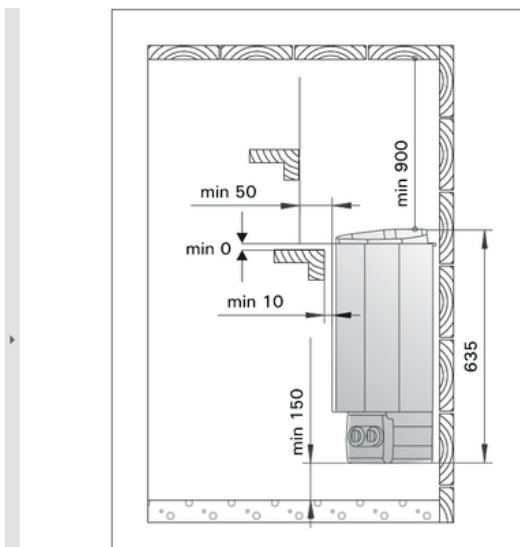
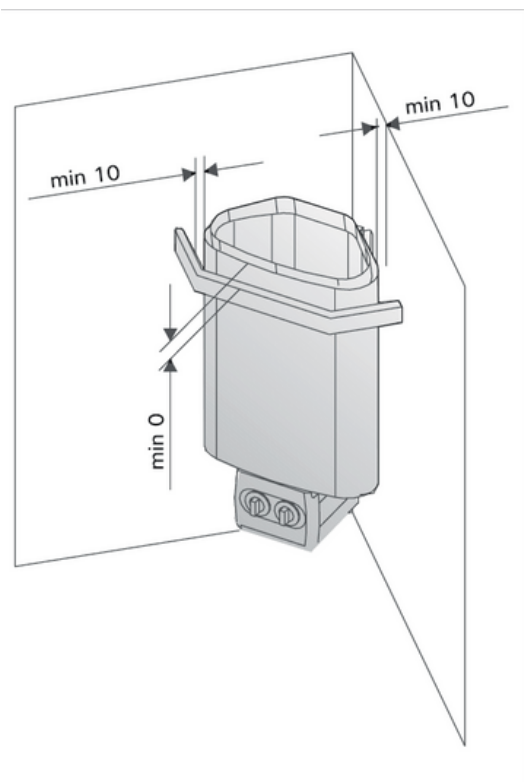

Abbildung 6. Sicherheitsmindestabstände (alle Abmessungen in Millimetern)
Abbildung 8. Schutzgeländer des Saunaofens
- Der Montageort des Ofens erfüllt die in Abbildung 6 und Tabelle 2 angegebenen Sicherheitsmindestabstände.
- Falls um den Saunaofen ein Schutzgelenker gebaut wird, muß dies unter Berücksichtigung der in Abb. 6 und 8 angegebenen Mindestsicherheitsabstände geschehen. Der Sicherheitsabstand beträgt 10 mm unter dem oberen Rand des Aussenmantels. Siehe Abb. 8.